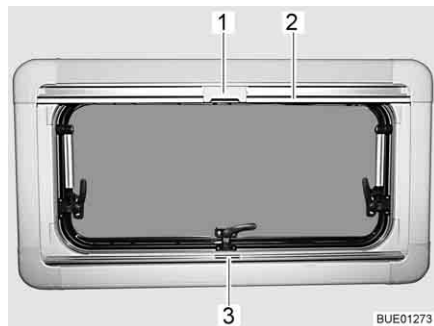

Bild 118 Överkantshängda fönster
- Ta tag i mitten på plisségardinens list (Bild 118,3) och drag den nerifrån och uppåt och släpp den vid önskad höjd. Plisségardinen stannar på denna höjd.
- Drag, med listen, (Bild 118,2) ner insektsnätet tills listen stöter mot plisségardinen (Bild 118,3).
- Lås fast insektsnätets spärr (Bild 118,1) på plisségardinens list.
- Tryck spärren (Bild 118,1) upptill på insektsnätet bakåt.
- För långsamt tillbaka insektsnätet med listen (Bild 118,2).